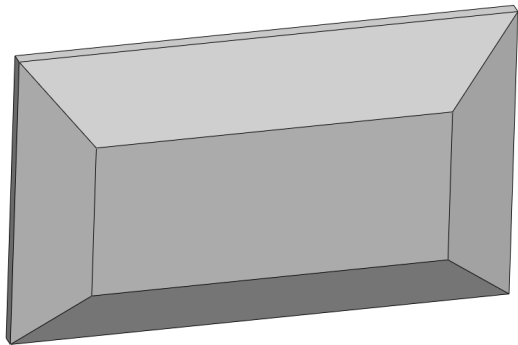

图 16-55 创建放样实体对象
(13) 单击【确定】按钮, 即可创建放样实体对象, 隐藏基准面对象, 如图 16-55 所示。